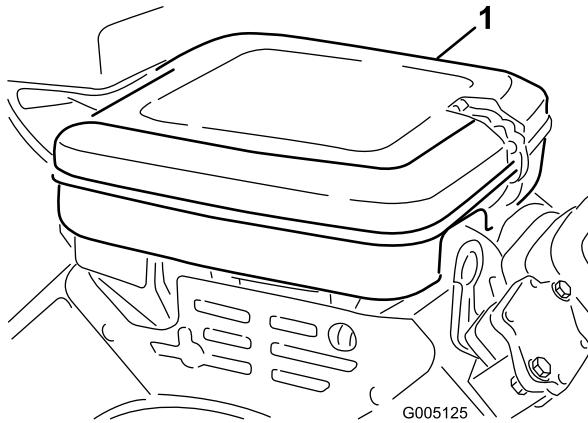

Figura 47
1. Abra los enganches y retire la tapa del limpiador de aire (Figura 47). Limpie a fondo la cubierta.